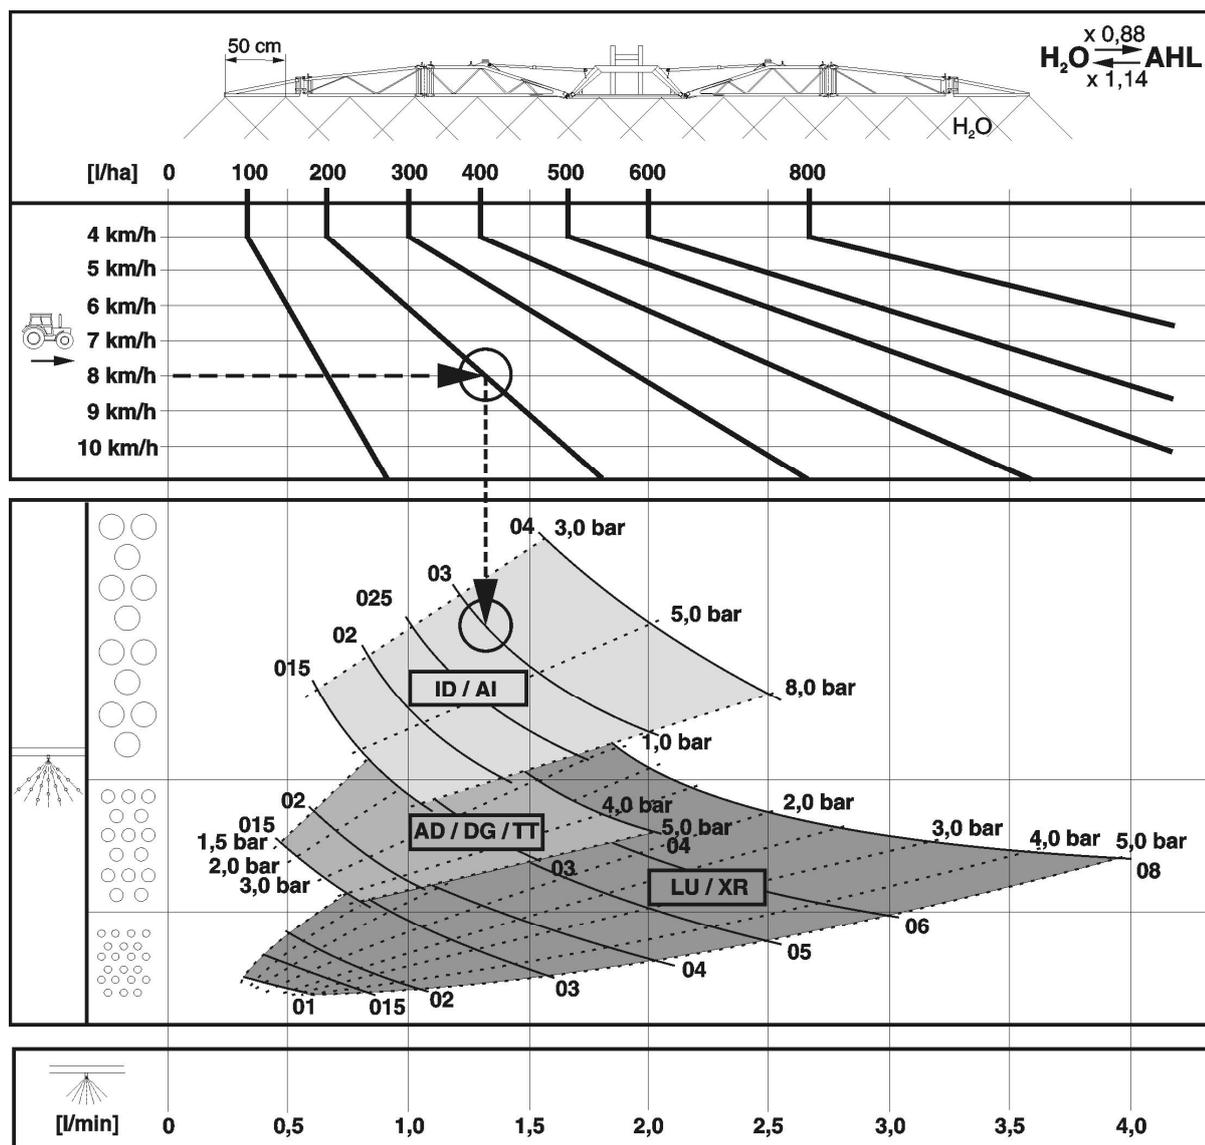

Рис. 167
- Все приведенные в таблицах параметров опрыскивания нормы расхода [л/га] действительны для воды. Для пересчета на раствор мочевины и нитрата аммония (АНЛ) умножьте указанные нормы расхода на 0,88, а для пересчета на азотно-фосфорные растворы (NP) – на 0,85.
- Рис. 167 служит для выбора подходящего типа форсунки. Тип форсунок выбирается исходя из: